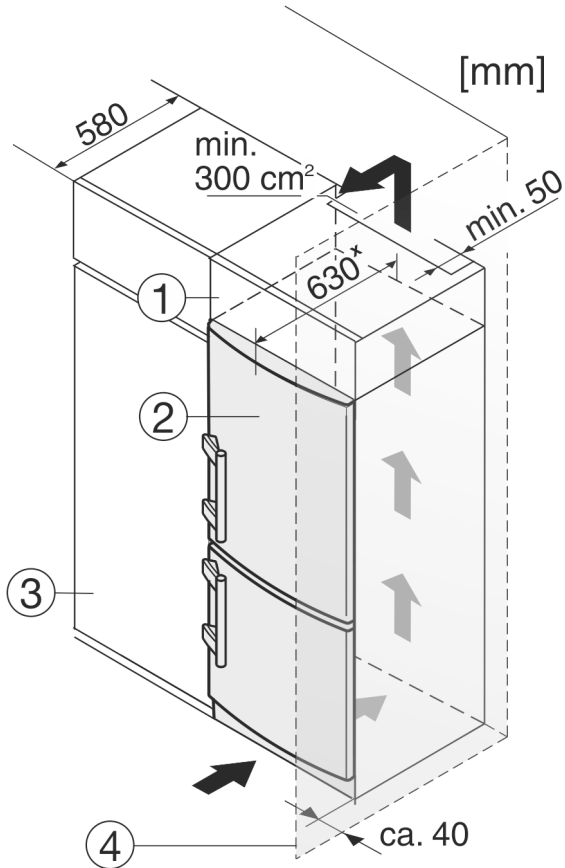

Fig. 9
Uređaj se može adaptirati za ugradnju u kuhinjske ormare. Kako biste uređaj Fig. 9 (2) prilagodili visini kuhinjskog namještaja, iznad uređaja možete postaviti viseći ormar Fig. 9 (1).
Kod adaptacije s kuhinjskim ormarima (dubina maks. 580 mm) uređaj se može postaviti izravno uz kuhinjski ormar Fig. 9 (3). Uređaj stoji bočno 34 mm \* i u sredini uređaja 50 mm \* nasuprot pročelju kuhinjskog ormara.
Kada se uređaj postavlja s okovima pored zida Fig. 9 (4), razmak između uređaja i zida mora iznositi najmanje 40 mm. To odgovara stajanju ručice kod otvorenih vrata.